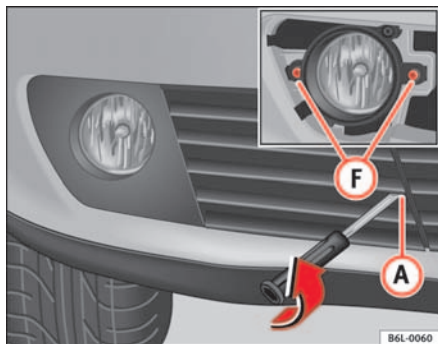

Abb. 150 Nebelscheinwerfer
- Die Befestigungsschrauben (F) ⇒ Abb. 150 entfernen und nach Freilegen des Steckers diesen abziehen.
- Zum Entfernen des Gitters die Schraube (A) ⇒ Abb. 150 heraus-schrauben, vorsichtig an der Seite der Schraube am Gitter ziehen und den Deckel abnehmen.